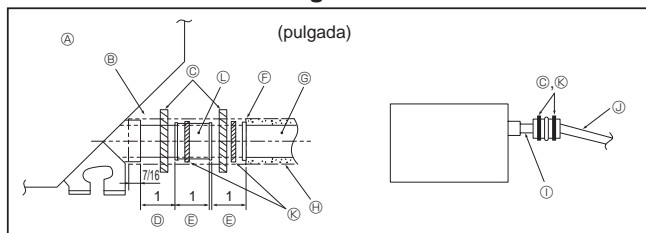

Fig. 3-5
- Conecte el tubo de desagüe (suministrado con la unidad) al orificio de desagüe. (Fig. 3-5) (Sujete el tubo con cinta aislante y asegure la conexión con una abrazadera.)